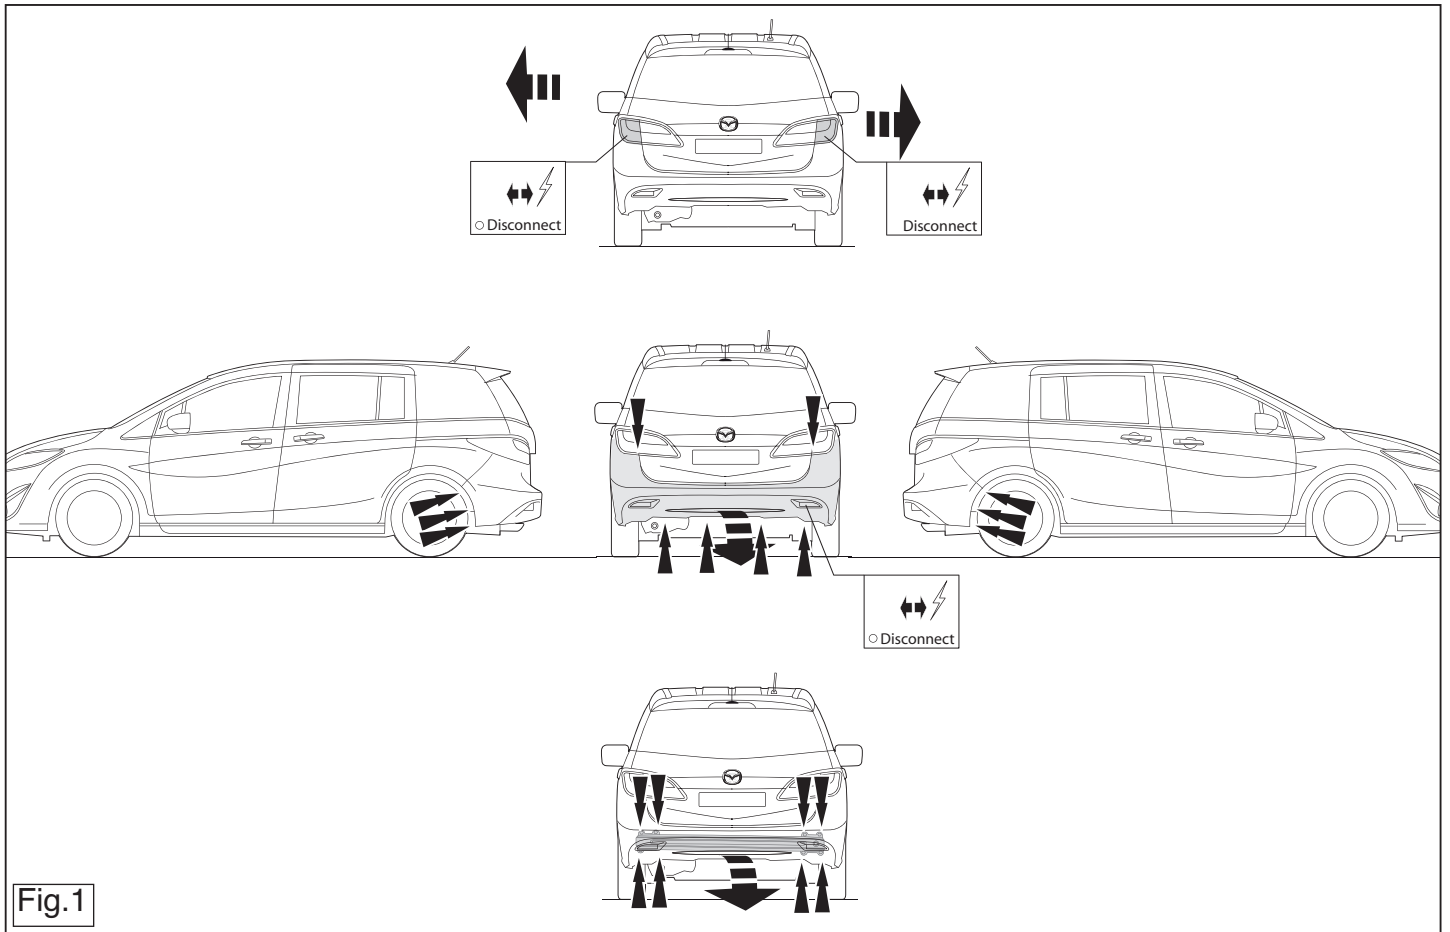

Fig.1
1. Снять бампер вместе со стальным буферным брусом автомобиля буферный брус больше не понадобится. Посадить гайки на место. См. рисунок 1.